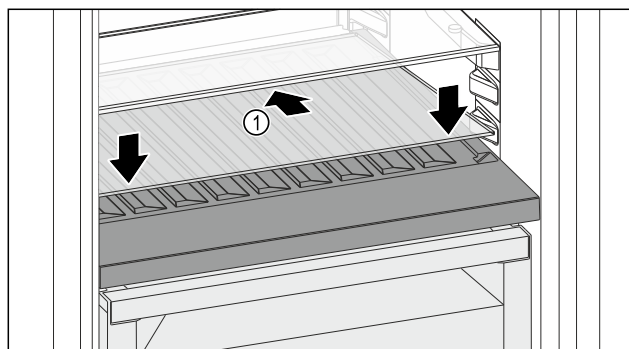

Fig. 223
- ▶ Postavite staklenu ploču Fig. 223 (1) ukoso, nagnutu straga prema dolje.
- ▶ Staklenu ploču Fig. 223 (1) podignite sprijeda.